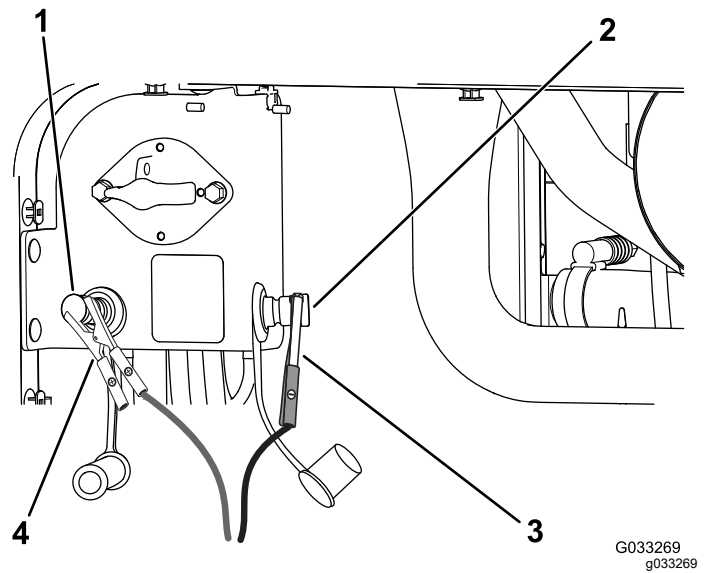

Figure 78
- Branchez le câble de démarrage positif (+) à la borne positive de la batterie déchargée (Figure 78).
- Branchez le câble de démarrage négatif (-) à la borne négative de la batterie déchargée (Figure 78).
- Lorsque le moteur démarre, demandez à l'autre personne de débrancher le câble de démarrage négatif (-) du de la borne négative de la batterie déchargée, puis de débrancher le câble de démarrage positif (+) (Figure 78).